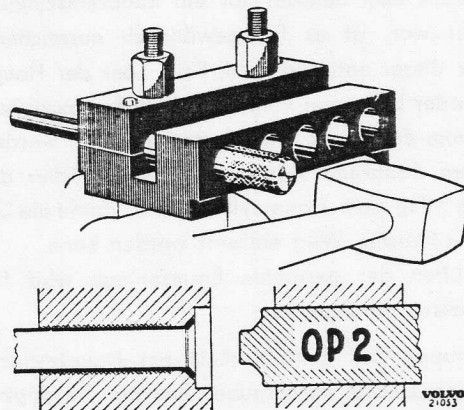

Bild 7-35. Bremsleitung umbördeln
5. Dorn OP 2 bis zum Anschlag einschlagen, siehe Bild 7-35.